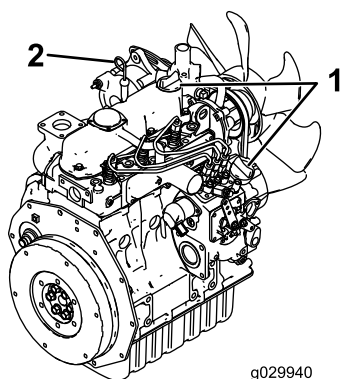

Figure 25
4. Nettoyez la surface autour de la jauge d'huile et du bouchon de remplissage (Figure 25).